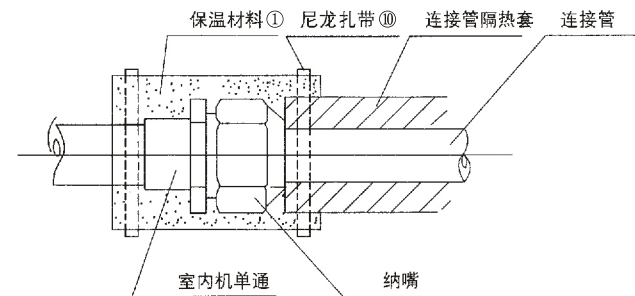

图8
3 管道安装后用附件①保温材料包住所有扩口管连接部分，如图8。